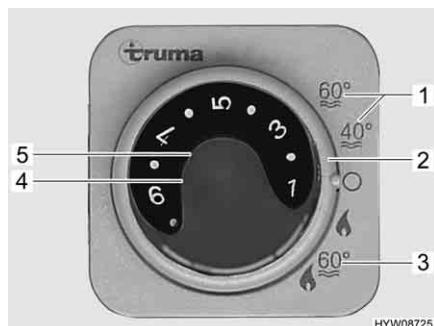

Fig. 121 Centralina di controllo per riscaldamento/boiler
Il boiler si accende dalla centralina di controllo (Fig. 121) con l'interruttore girevole (Fig. 121,2).
Durante il funzionamento invernale "Riscaldamento e boiler" (Fig. 121,3) accendendo il riscaldamento viene riscaldata automaticamente anche l'acqua nel boiler. Quando il riscaldamento si spegne al raggiungimento della temperatura ambiente desiderata, il boiler continua a riscaldare l'acqua, fino a quando questa raggiunge la temperatura impostata.
Durante il funzionamento estivo (Fig. 121,1) l'acqua nel boiler viene riscaldata soltanto fino a 40 °C o 60 °C. L'acqua si riscalda a 60 °C in ca. 25 minuti. La spia di controllo gialla (Fig. 121,4) si accende durante la fase di riscaldamento del boiler.
L'alimentazione di tensione per il boiler non può essere interrotta interrompendo l'alimentazione a 12 V sul pannello di controllo. A seconda del modello, in caso di guasto si accende la spia di controllo rossa (Fig. 121,5) sulla centralina di controllo (vedi capitolo 14).
- Sulla centralina di controllo (Fig. 121) posizionare l'interruttore girevole (Fig. 121,2) su "Funzionamento estivo" (Fig. 121,1).
La spia di controllo gialla (Fig. 121,4) si accende durante la fase di riscaldamento. Al raggiungimento della temperatura dell'acqua desiderata, la fase di riscaldamento termina e la spia di controllo gialla si spegne.
- Sulla centralina di controllo (Fig. 121) posizionare l'interruttore girevole (Fig. 121,2) su "O".